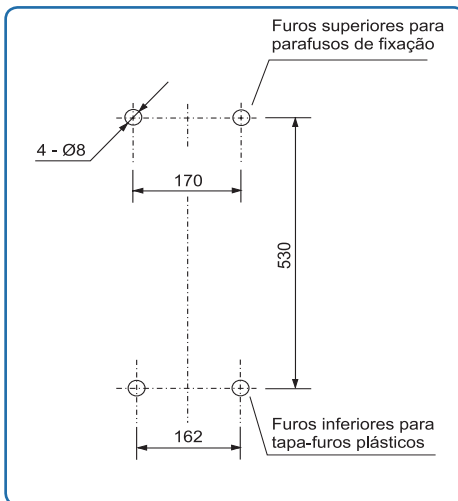

Figura 1
- 1 Faça os furos de 8mm para a fixação do Aquecedor, conforme figura 1.